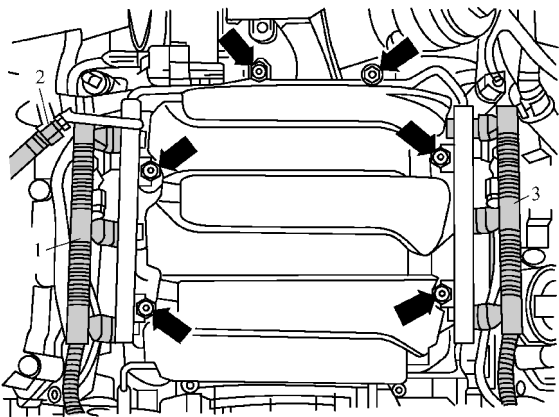

图 1-5-63 旋出螺栓
(4) 拔下图 1-5-63 中所有喷射阀上的插接器 1 和 3。
(5) 旋出螺栓, 如图 1-5-63 箭头所示。